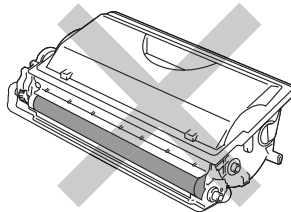

Figura 5-13
- Não toque nas partes marcadas a cinzento na Figura 5-13.